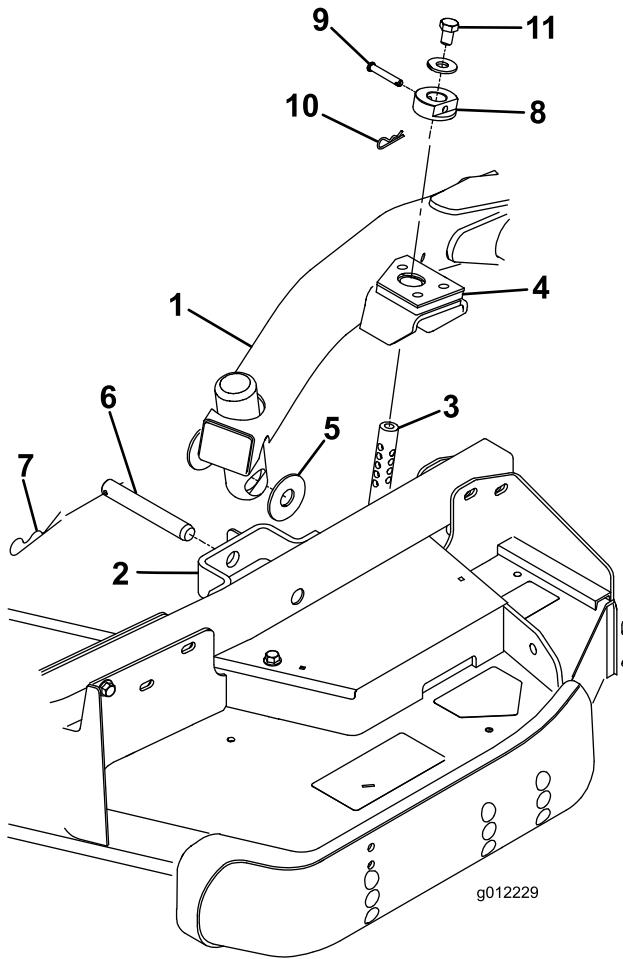

図 23
キャスター・アーム・ブラケットについている穴を整列させ、昇降アームのパッドに刈高ロッドを挿入できるようにする（図 23）
5. スラスト・ワッシャ 2 枚、クレビス・ピン、ヘアピン・コッターを使って、昇降アームをキャスター・アームに固定する。スラストワッシャは昇降アームとキャスター・アーム・ブラケットの間に inserer (図 23) コッターピンを、キャスター・アーム・タブのスロットに差し込んで固定する。
10. 各刈高ロッドの上部に $1/2 \times 3/4"$ ボルトとワッシャを取り付ける(図 23)。